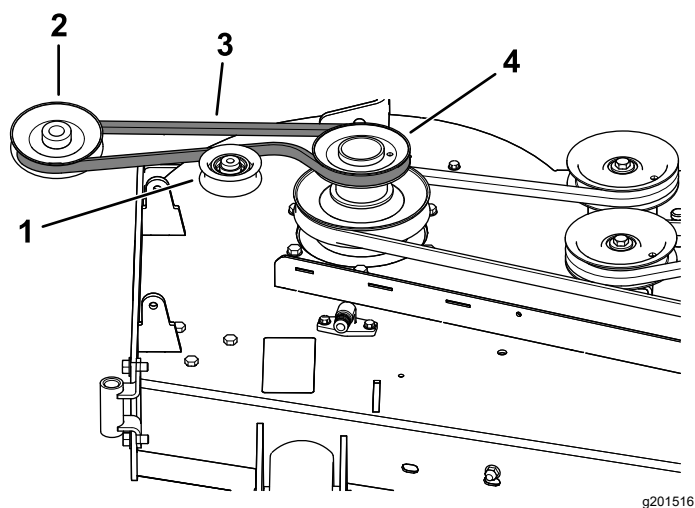
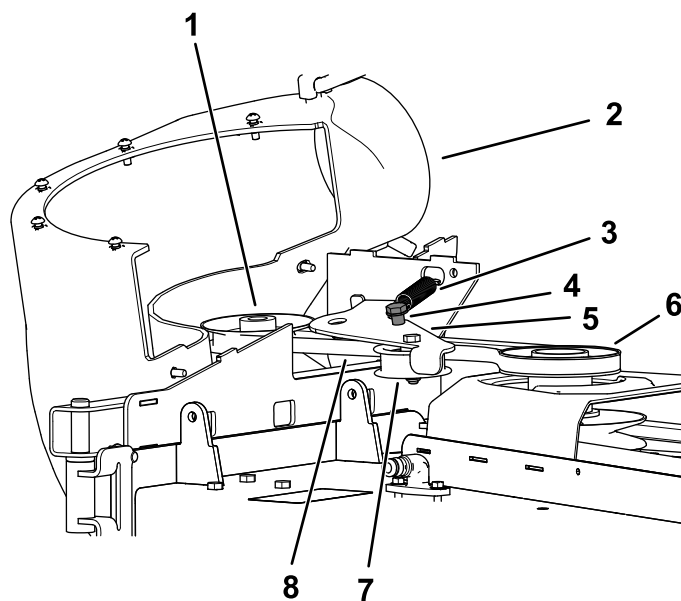

Figura 25
Figura 26
1. Dacă este necesar, montați cureaua pe fulia suflantei (Figura 25).
1. Montai cureaua în jurul fuliei suflantei (Figura 25 i Figura 26); consultai 11 Montarea ansamblului suflantei (Pagină 16).
3. Trageți fulia de ghidare cu arc departe de tijă cu arc fix i amplasați cureaua în jurul fuliei punii mainii de tuns iarba (Figura 26).
4. Amplasați cureaua în jurul fuliei de acionare, aa cum este ilustrat în Figura 25 i Figura 26.